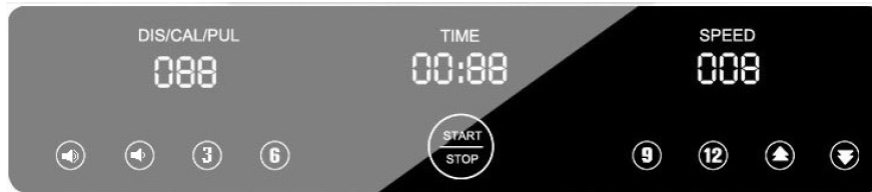
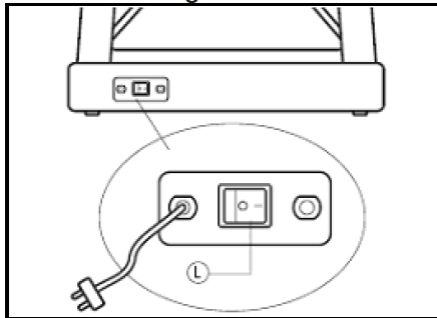

Fig.1
Fig.2
Podłącz urządzenie (fig.1) do gniazdka elektrycznego z uziemieniem, następnie przełącz włącznik (L), tak by znajdował się w pozycji (1). Klucz bezpieczeństwa (g) powinien znajdować się na swoim miejscu (E)(fig.2). W innym wypadku urządzenie nie zacznie działać. Po umieszczeniu klucza bezpieczeństwa (g) na odpowiednim miejscu, zabrzmi charakterystyczny dźwięk i na wyświetlaczu pojawi się 00:00, co oznacza, że urządzenie jest gotowe do pracy (READY).
Klucz bezpieczeństwa (g) powinien znajdować się na miejscu (E), tak jak jest to pokazane na (fig.2). Jeśli nie jest zainstalowany poprawnie, urządzenie nie zacznie działać.